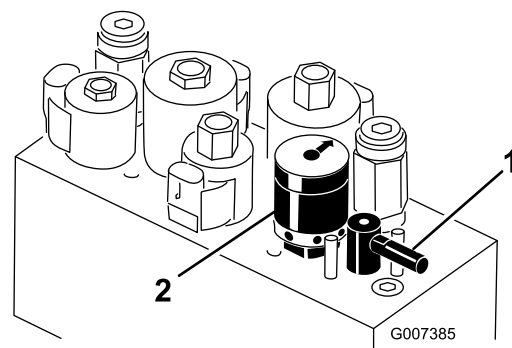

図 61
5. バックラップ・レバーを R 位置にセットする（図 61）。
6. リール速度セレクタを 1 にセットする（図 61）。